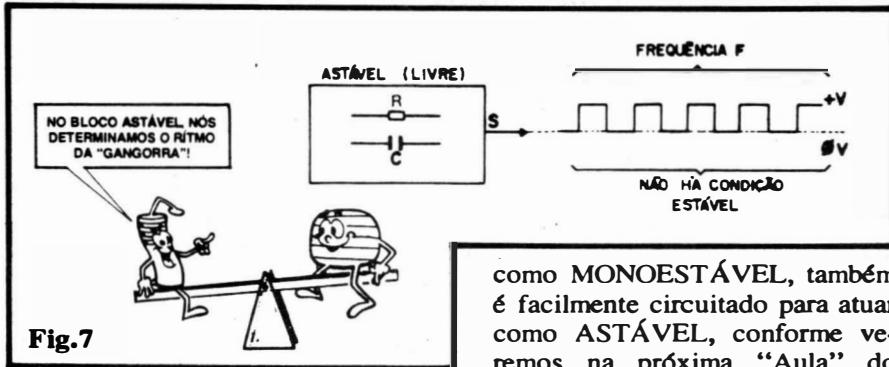
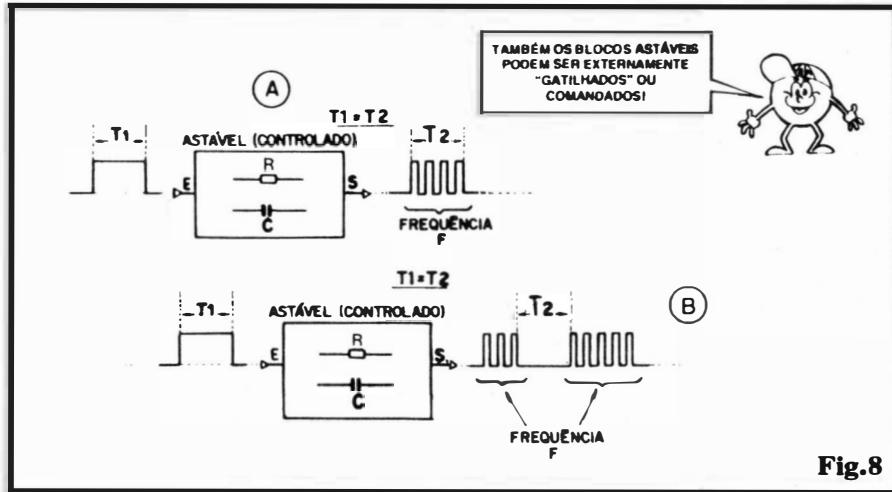

Fig.7
Fig.8
- FIG. 7 - O ASTÁVEL (BLOCO FUNCIONAL) - O prefixo “a” do termo ASTÁVEL determina “negação” ou “inversão” (como em “normal - anormal”...). Parece claro, então, que um bloco funcional ASTÁVEL **não tem** condições ESTÁVEIS na sua Saída... O que seria um circuito ou bloco cuja Saída é natural e obrigatoriamente “instável”...? Muito bem! Você af, no fundo da sala, que respondeu “- um OSCILADOR”, ganhou a taça...! Um ASTÁVEL é (ver a forma de onda na Saída “S” do bloco funcional - fig. 7) um arranjo cuja saída alterna ou modifica ou estabelece uma “gangorra” automática nos níveis de Tensão, não apresentando, portanto, condições estáveis ou estados fixos... A Frequência da “astabilidade” (oscilação) é também determinada por uma rede RC (Resistor/Capacitor) que fixa a Constante de Tempo do bloco... Os “Alunos” devem lembrar-se que é fácil obter a oscilação (“Aula” nº 8) partindo de um simples amplificador dotado da conveniente **realimentação positiva**, condicionada pelos componentes determinadores da Constante de Tempo (Resistor/Capacitor). Se interpretarmos a “grosso modo” um MONOESTÁVEL, ele não passa de um **amplificador “radical”** e, portanto, pode ser levado a funcionar como oscilador (ASTÁVEL), a partir desses mesmos **requisitos...** Efetivamente, o 555, basicamente um Integrado “desenhado” para trabalhar
- FIG. 8 - ASTÁVEIS CONTROLADOS - Embora tais procedimentos também sejam possíveis nas áreas LINEARES (análogicas), permanecendo dentro dos limites DIGITAIS de comportamento (sempre na base do “tudo” ou “nada”, estados “possíveis” apenas em “zero” ou “+V” ou “alto”/“baixo”...), não é difícil construir-se ASTÁVEIS “gatilhados” ou controlados... Expliquemos: o diagrama 8-A, por exemplo traz as condições de comando (à Entrada “E”) e Saída (“S”) num bloco ASTÁVEL, que “fica quieto” (embora alimentado) ou seja: não oscila, até que o terminal de controle receba um nível alto... Apenas quando isso ocorrer, e apenas durante tal ocorrência, o circuito oscilará, manifestando sua “astabilidade”. O Tempo T1, pelo qual o terminal de controle permanece “alto”, corresponde ao Tempo T2, pelo qual a Saída manifesta os estados alternantes (“alto-baixo-alto-baixo-alto-etc”). Cessada a condição de habilitação (Entrada recebendo
- FIG. 8-B - Observem que também é possível, em muitos casos, obter o comportamento inverso de um bloco, ou seja: **normalmente** (enquanto não se aplica um “nível” de autorização à Entrada “E”) o circuito está “astável” (oscilando), e apenas se aquietá quando (e enquanto...) se aplica à Entrada o “estado” de comando (“alto”, no caso...). Quando o sinal de comando é removido, na Entrada, novamente o bloco entra em oscilação, voltando a manifestar sua “astabilidade”. Observem que em todos os casos, nas figuras 7 e 8, a Frequência (ou número de alternâncias de “estado” por unidade de Tempo) é dependente de uma rede RC... Notem ainda que, embora não especificamente mostradas, são várias as possibilidades de “polaridades” do sinal ou “estado” de comando, bem como de “condição de repouso” da Saída... Podemos construir blocos de ASTÁVEIS controlados cujo sinal de comando seja um nível ou estado “alto” ou “baixo”, assim como blocos cuja condição de repouso, na Saída, seja “alta”, ou “baixa”... Na próxima “Aula” estudaremos como o 555 pode trabalhar, tanto na condição operacional de ASTÁVEL “LIVRE” (como na fig. 7) quanto na de ASTÁVEL “CONTROLADO” (fig. 8). Aguardem...